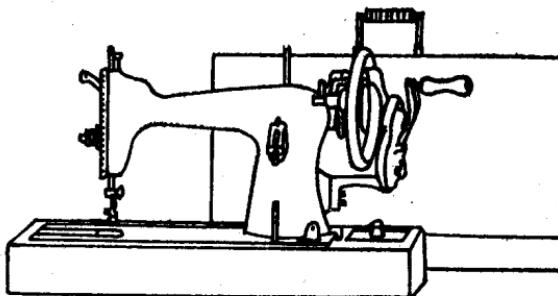

图2 手摇式缝纫机
(2) 手摇式缝纫机(如图2) 手摇式缝纫机由机头和机座组成，没有机架和台板。使用时右手摇动手摇器手柄，带动机头运转，左手操作缝料。其优点是体积小，重量轻，占用空间小，便于携带。但由于只能用一只手操作缝料，因此只能缝制一些比较简单的缝件，且很难保证质量。因此，目前很少采用。